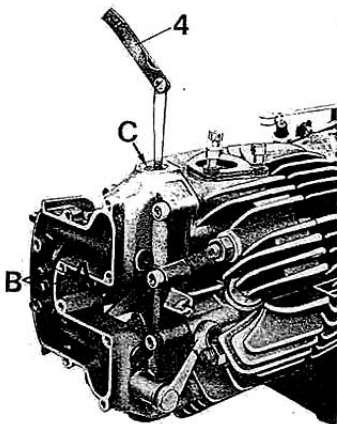
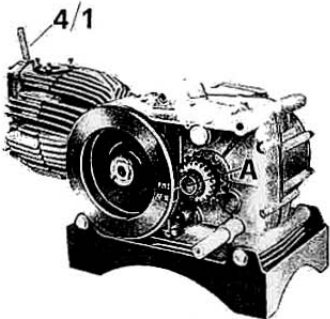

Fig. 61
Fig. 63
REGOLAZIONE GIUOCO TRA BILANCIERI E VALVOLE (vedere fig. 61)
- riavvitare il dado (A) bloccandolo a fondo. Dopo bloccato il dado controllare di nuovo in modo da accertarsi che il giuoco sia regolare.
Il controllo del giuoco va effettuato usando apposito spessimetro n° 1290909D (4 di fig. 61) che attraverso il foro (C) deve essere inserito tra la valvola ed il bilanciere.
(Vedere fig. 61 - 63 - 113/1)
(a fine fase di compressione, con valvole chiuse) si trovi in corrispondenza al foro di centraggio (A di fig. 63) sul manicotto dentato;
- svitare le vite di registro (B di fig. 61) dopo aver allentato il dado (A di fig. 61) sul bilanciamento aspirazione, infilare uno spessimetro di mm. 2 (4/1 di fig. 63) tra lo stelo della valvola ed il bilanciamento. Il giuoco esatto si ha quando agendo sulla vite di registro (B di fig. 61) lo spessimetro comincia ad indurirsi leggermente;
- ruotare di nuovo il volano in senso orario (350°) fino a che il segno « AF 10 » stampato sul volano stesso coincida con il foro di centraggio (A di fig. 63).
- svitare le vite di registro (B di fig. 61) dopo aver allentato il dado (A di fig. 61) sul bilanciamento aspirazione, infilare lo spessimetro di mm. 2 (4/1 di fig. 63) tra lo stelo della valvola e il bilanciamento. Il giuoco esatto si ha quando agendo sulla vite di registro (B di fig. 61) lo spessimetro incomincia ad indurirsi leggermente;
Per determinare esattamente il punto in cui avviene l'inizio apertura della valvola di aspirazione, occorrerà ruotare il volano con delicatezza fino a sentirne l'indurimento dello stesso. A questo punto controllare che i segni « AF10 » sul volano e il foro di centraggio « A » di fig. 63 sul manicotto dentato o la freccia (A) dell'attrezzo n° 32 di fig. 113/1 coincidano.